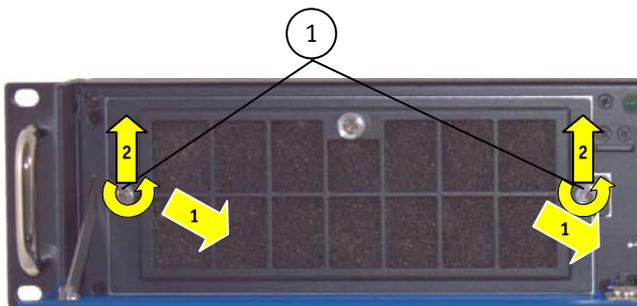
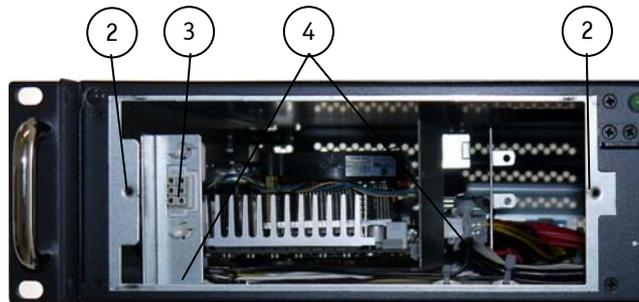

Abb. 38: Detail: Entfernen des Lüftereinschubs
Abb. 39: Detail: Lüfterfach (ohne Lüftereinschub)
2. Lösen Sie die zwei Rändelschrauben des Lüftereinschubs (Abb. 38, Pos 1).
3. Ziehen Sie den Lüftereinschub an den Rändelschrauben nach vorne. So trennen Sie den Lüftereinschub von der internen Buchse für Lüftersteuerung (Abb. 39, Pos. 3).
4. Heben Sie ihn danach nach oben, in Pfeilrichtung (Abb. 38) aus dem Lüfterfach (siehe Abb. 39).
Legende für Abb. 38 und Abb. 39:
7. Führen Sie den Lüftereinschub mit eingesetztem Filtermattenhalter (Abb. 42) in das Lüfterfach (Abb. 39, Pos. 4) ein.
8. Schieben Sie den Lüftereinschub in das Lüfterfach bis zum Anschlag des Steckers (Abb. 41, Pos. 2) und der Buchse (Abb. 39, Pos. 3).
9. Ziehen Sie die Rändelschrauben des Lüftereinschubs (Abb. 38, Pos 1) wieder an.